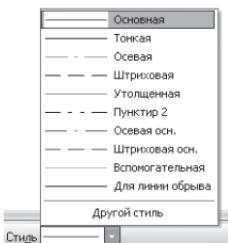

Рис. 47
- на панели Свойств щелкните ЛКМ в поле Стиль и щелчком выберите тип линии **Основная** (рис. 47);